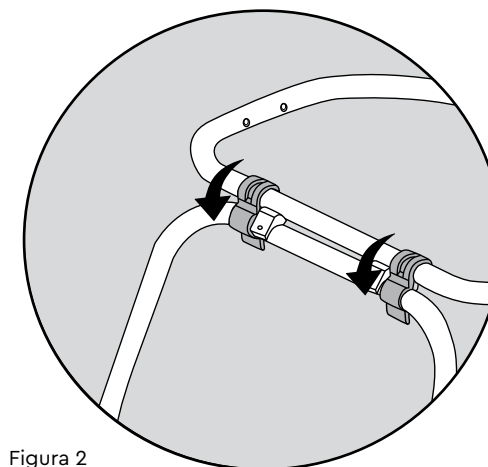

Figura 2
2. Fije las barras juntas presionando los enganches (Figura 2).